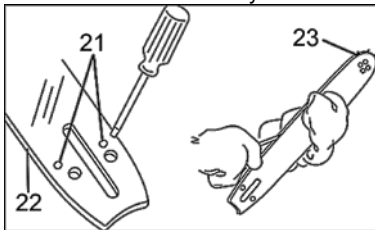

Рисунок 6
- Перевірте, щоб канал для оливи (21, рисунок 6) та направляючі на напрямній шині (22, рисунок 6) не були засмічені. При необхідності прочистіть їх.
- Перевірте, чи вільно обертається зірочка (23, рисунок 6) на вістрі напрямної шини. Якщо після виконання всіх зазначених вище заходів робота системи змащення не відновилася, слід звернутися до фірмового сервісного центру ТМ MÄCHTZ.